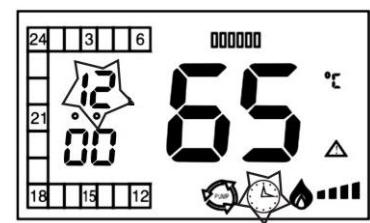

Рис.5
7. Подключить комнатный регулятор температуры при помощи двухжильного провода 2х0,75мм² к клеммам котла(рис.5).